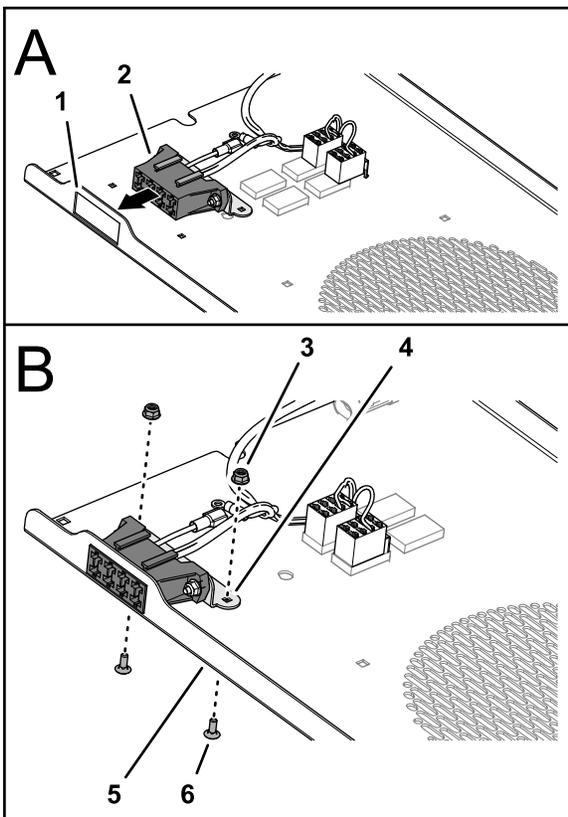

Bild 7
- Fluchten Sie die Befestigungsschienen des Sicherungskastens oben aus und setzen Sie den Sicherungskasten in die rechteckige Öffnung im Bedienfeld ein, wie in Bild 7 abgebildet.
3. Fluchten Sie die rechteckigen Löcher in der Befestigung des Sicherungskastens mit den rechteckigen Löchern im Bedienfeld aus (Bild 7).
4. Montieren Sie die Befestigung des Sicherungskastens mit den vier Schlossschrauben (Nr. 10 x 1/2") und vier Sicherungsbundmutter (Nr. 10) am Bedienfeld (Bild 7).